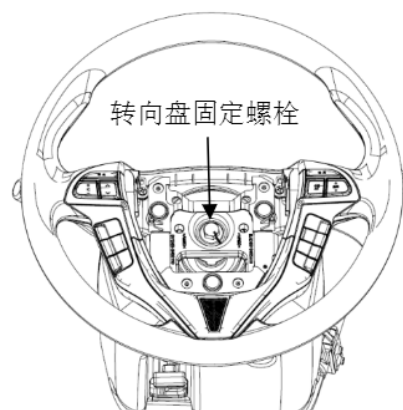

图4-3
①拔出其余线束接插件；
②松开固定转向盘的六角法兰面螺栓。如图4-3所示。